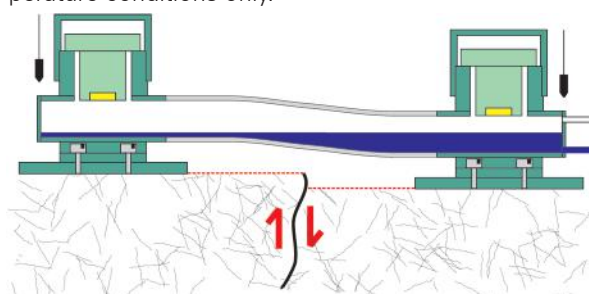

Fig. 1
- Single tube layout half-filled pipes, in which a continuous liquid surface is formed. For high precision measurements, only single tube layouts should be used (fig. 1).
- Das Einzelrohrsystem: Halbgefülltes Rohr, in welchem sich ein durchgehender Flüssigkeits horizontal bildet. Für Präzisionsmessungen wird stets mit dem Einzelrohrsystem gearbeitet (Fig. 1).